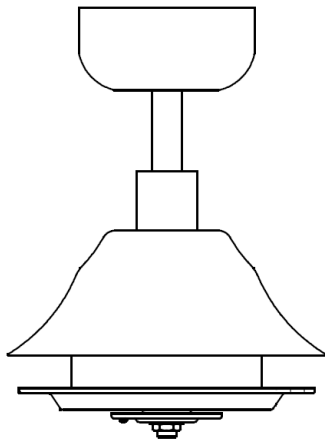

Fig. 4
- Σηκώστε το 'σώμα' του ανεμιστήρα πάνω στον βραχίονα υποστήριξης. Fig.4